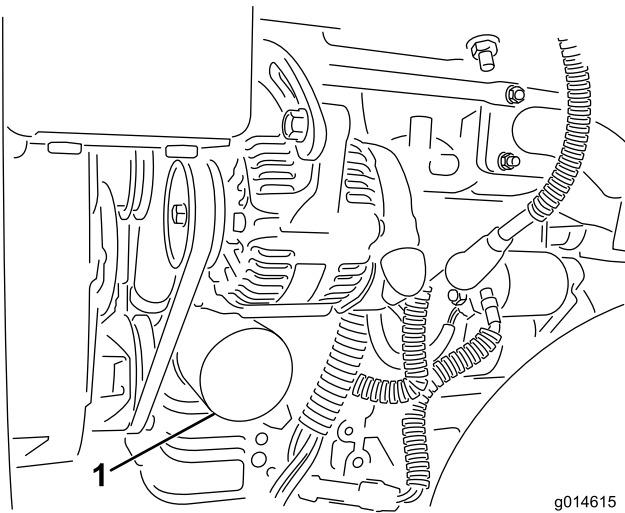

図 44
2. オイルフィルタ (図 44) を外す。新しいフィルタのガスケットに薄くエンジンオイルを塗る。